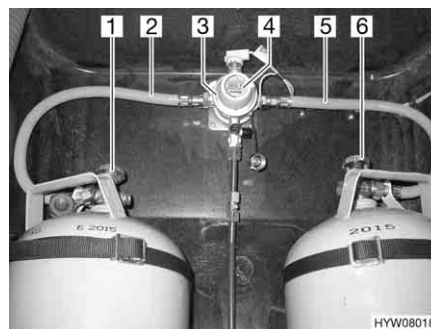
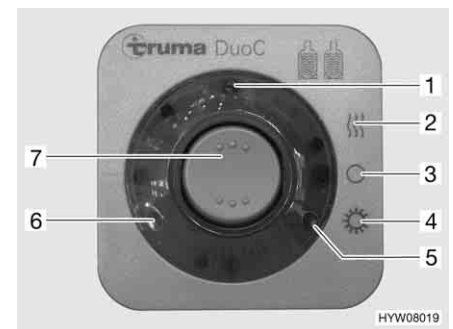

Fig. 114 Impianto di commutazione DuoControl
Fig. 115 Centralina di controllo
L'impianto di commutazione DuoControl è costituito da una valvola di commutazione (Fig. 114,3) e da una centralina di controllo (Fig. 115). La valvola di commutazione è installata tra i tubi del gas (Fig. 114,2 e 5). Con la manopola
(Fig. 114,4) sulla valvola di commutazione è possibile stabilire, quale delle bombole del gas viene utilizzata come bombola in uso e quale bombola del gas viene utilizzata come bombola di riserva.
Sulla centralina di controllo (Fig. 115) possono venire azionate solo le funzioni elettriche. Le valvole principali di arresto delle bombole del gas (Fig. 114,1 e 6) devono essere aperti manualmente.
La valvola di commutazione garantisce una pressione del gas costante, indipendentemente da quale bombola provenga l'alimentazione del gas. Le due spie di controllo sulla centralina di controllo indicano il livello di riempimento della bombola in uso. Se è accesa la spia di controllo verde (Fig. 115,6), la bombola in uso è piena. Se è accesa la spia di controllo rossa (Fig. 115,5), la bombola in uso è vuota. Il rifornimento di gas avviene poi tramite la bombola di riserva.
- Aprire le valvole principali di arresto delle bombole del gas (Fig. 114,1 e 6).
- Con la manopola (Fig. 114,4) sulla valvola di commutazione (Fig. 114,3) selezionare la bombola del gas, da cui proviene la principale alimentazione del gas (bombola in uso).
- Sulla centralina di controllo (Fig. 115) attivare l'impianto di commutazione DuoControl.
Posizionare l'interruttore a bilico (Fig. 115,7) su funzionamento invernale "On e riscaldamento" (Fig. 115,2) oppure su funzionamento estivo "On" (Fig. 115,4). La valvola di commutazione è ora disareata. La spia di controllo gialla (Fig. 115,1) è accesa, se si seleziona la modalità di funzionamento invernale e l'impianto antighiaccio con regolatore è attivato.
- Portare l'interruttore a bilico (Fig. 115,7) in posizione "O" (Fig. 115,3). La spia gialla di controllo (Fig. 115,1) si spegne.
- Chiudere le valvole principali di arresto delle bombole del gas (Fig. 114,1 e 6).
Le spie di controllo sulla centralina di controllo (Fig. 115,5 e 6) segnalano all'interno del veicolo, se la bombola in uso è pronta al funzionamento.
Se la spia di controllo verde (Fig. 115,6) si spegne durante il funzionamento e la spia di controllo rossa (Fig. 115,5) si accende, significa che la bombola del gas selezionata come bombola in uso è vuota e deve essere sostituita. La bombola di riserva continua ad alimentare le utenze a gas.